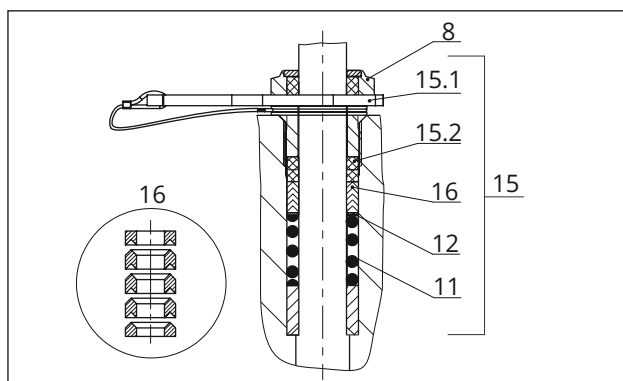

Fig. 16: Disposición empaquetadura ADSEAL
4. Colocar la arandela separadora roja (15.1) entre el casquillo roscado (8) y el anillo de retención, ver Fig. 16.
- Resorte (11)
- Arandela (12)
- Anillos de empaquetadura (16)